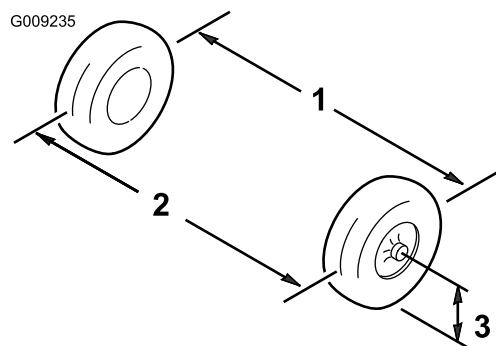

Figura 54
1. Mida la distancia entre los neumáticos delanteros a la altura del eje, en la parte delantera y trasera de las ruedas (Figura 54).